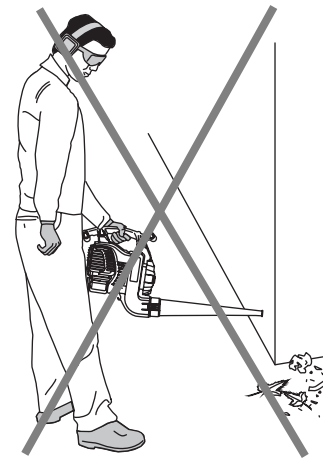

Fig. 19
- 1 Use la sopladora para árboles, arbustos, macizos de flores y zonas de limpieza difícil (Fig. 19).
2. Use la unidad alrededor de edificios y para otras limpiezas normales (Fig. 19).